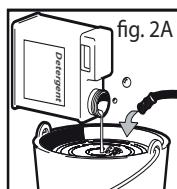
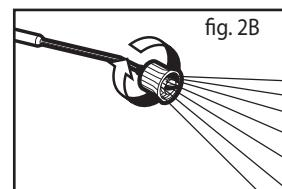

fig. 2A
fig. 2B
(afb. 2A). Dompel de slang met filter in het detergent (afb. 2B). Als u de machine start, is het toevoegen van schoonmaakmiddel in het water automatisch als het water passeert.
2. De hogedrukslang op het pistool aansluiten. Steek het hulpstuk in het verlengstuk van het pistool waarbij u de kracht van de veer te boven moet komen en het hulpstuk moet draaien totdat het vastzit (afb. 6). Steek de sproeier (afb. 2A).